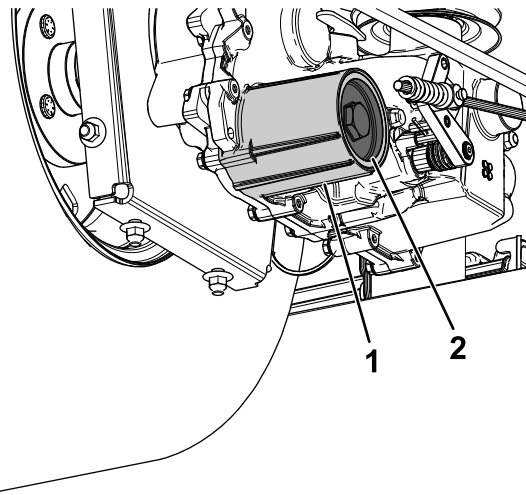

Figure 89
7. Déposez le couvercle du filtre à huile hydraulique de la boîte-pont pour vidanger le liquide (Figure 89).